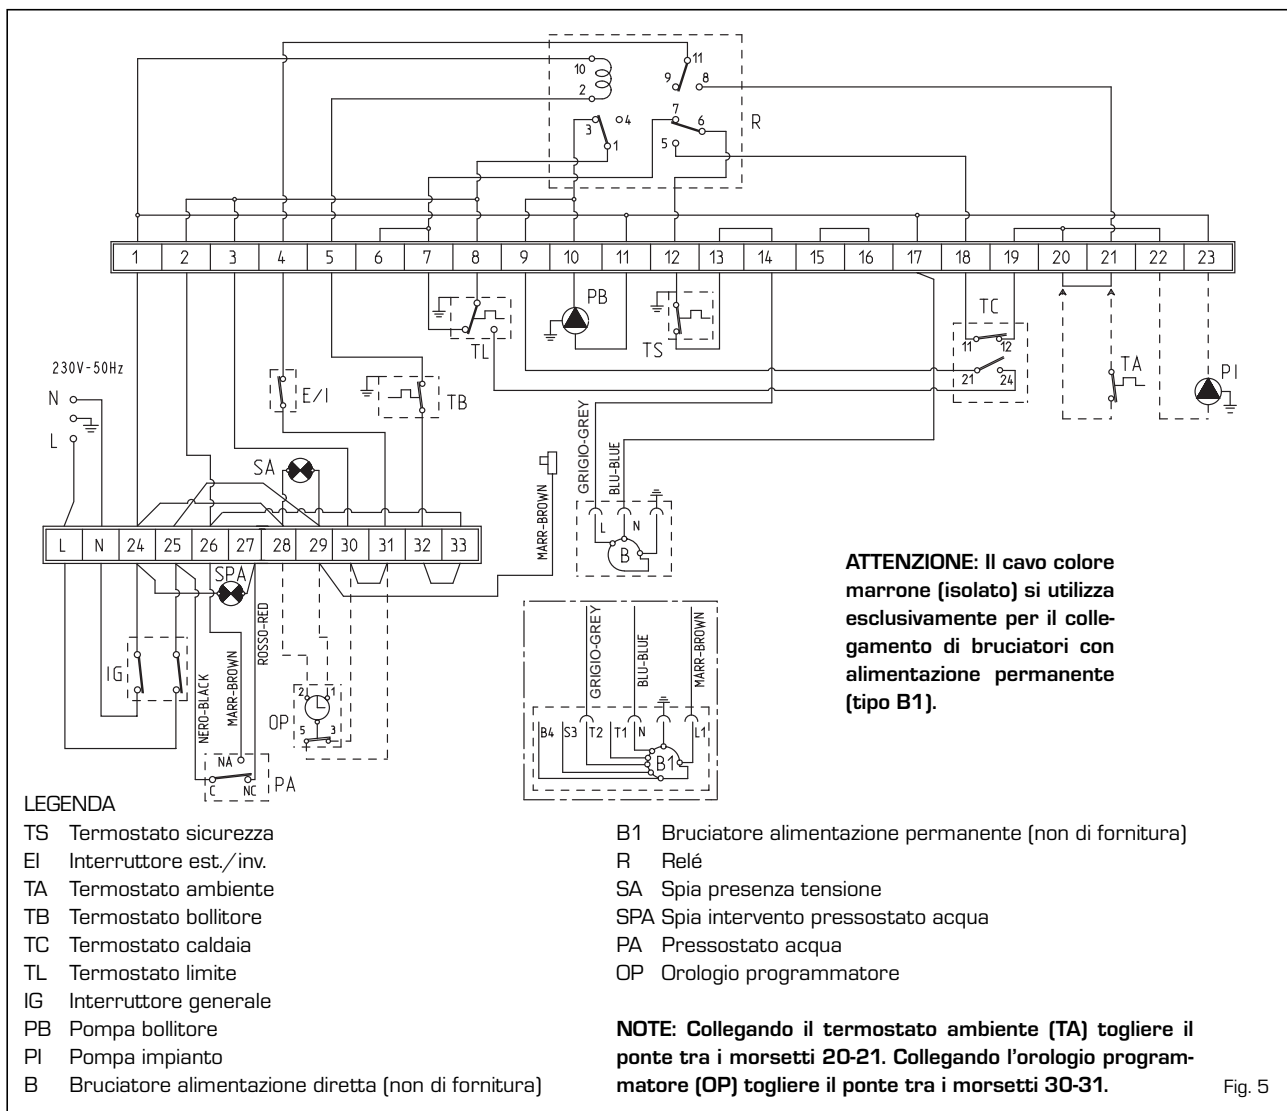

Fig. 5
2.5 ALLACCIAMENTO ELETTRICO (fig. 5)
La caldaia è corredata di cavo elettrico di alimentazione e dovrà essere alimentata con tensione monofase 230V - 50Hz attraverso un interruttore generale protetto da fusibili. Il cavo del regolatore climatico, la cui installazione è d'obbligo per ottenere una migliore regolazione della temperatura ambiente, dovrà essere collegato come indicato in fig. 5. Collegare quindi il cavo di alimentazione del bruciatore e della pompa di circolazione dell'impianto forniti a corredo.